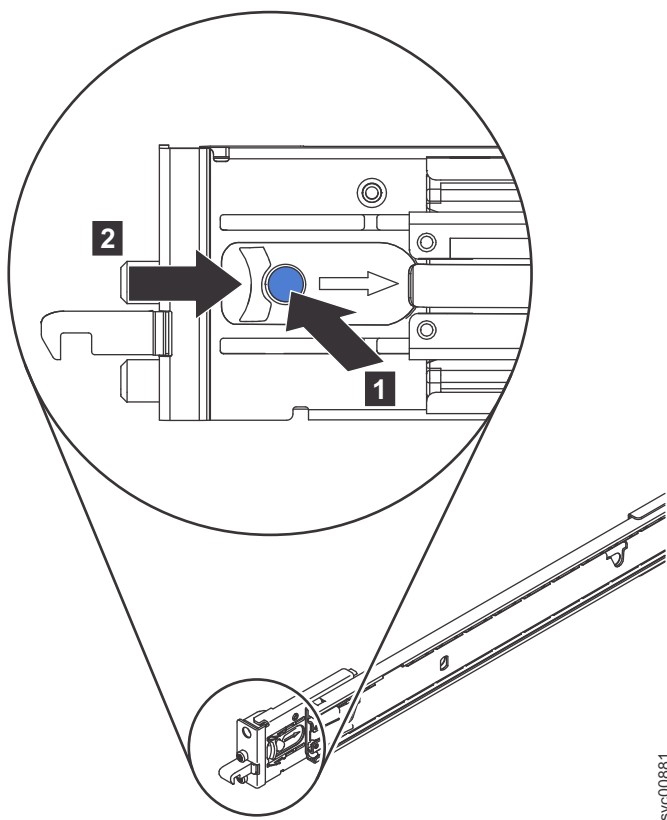

图 47. 打开导轨前端滑锁
4. 如果收到滑轨时滑锁闭合，可以向里按压蓝色按钮 **1** 并向后推送滑锁 **2** 来打开滑锁，如第 62 页的图 47 所示。